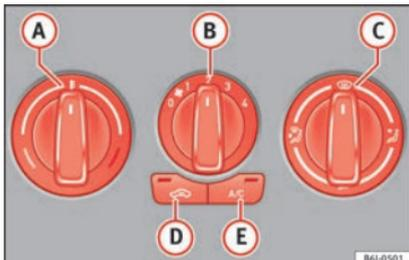

Fig. 166 Sul cruscotto: i comandi dell'aria condizionata.
• Con le manopole **A**, **B** e **C** » fig. 166 si regolano la temperatura, il livello di potenza del ventilatore e il flusso d'aria.
- Disattivare l'impianto di raffreddamento con il tasto » fig. 166 (si spegne la spia del tasto).
Se la manopola  » **fig. 166** è in posizione di sbrinamento, la sponda di ricircolo sarà sempre aperta (spia spenta).
- Premendo il tasto  » **fig. 166**, la spia del tasto si illumina indicando che è stato attivato il ricircolo dell'aria interna dell'abitacolo.